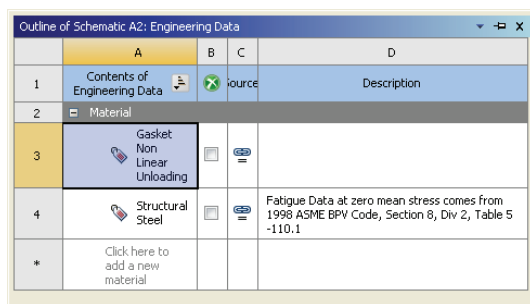

图 17-6 已添加非线性卸载垫片材料
5) 在界面的空白处单击鼠标右键, 在弹出快捷菜单中选择 Engineering Data Sources, 返回到初始界面中, 此时 Outline of Schematic A2 中显示添加的 Gasket NonLinear Unloading, 如图 17-6 所示。